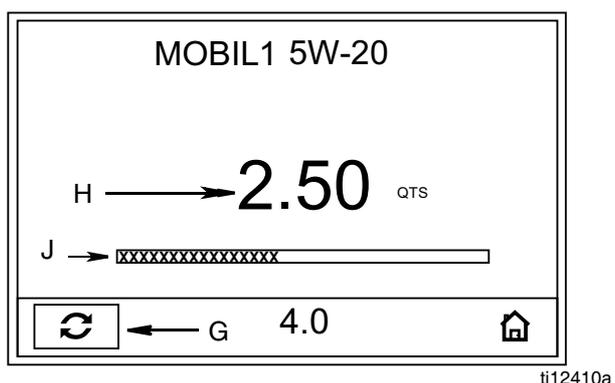

FIG. 25
2. Appuyer sur bouton ENTRÉE au milieu pour confirmer la sélection. L'écran « Distribution pré réglée » (FIG. 25) s'affiche.
Le produit s'écoule. La quantité affichée augmente de zéro ou de la quantité qu'on a précédemment distribuée (FIG. 25) et s'affiche dans le champ H. Une représentation visuelle de la progression de la distribution apparaît aussi sur la barre de progression (J).